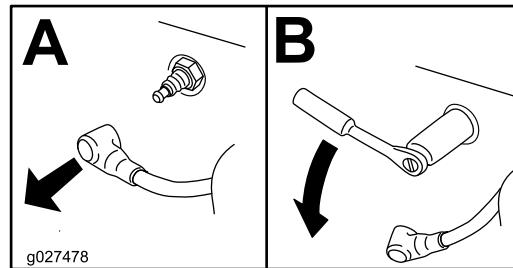

Figure 53
- Enlevez la bougie (Figure 53).